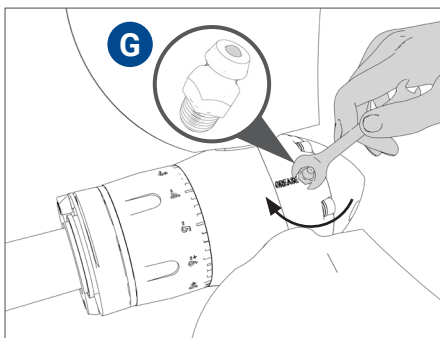

FIG. 43 | Avvitamento dell'ingrassatore "G"
- Avvitare nel foro stesso l'ingrassatore **G** fornito in dotazione con l'elica (Fig. 43).